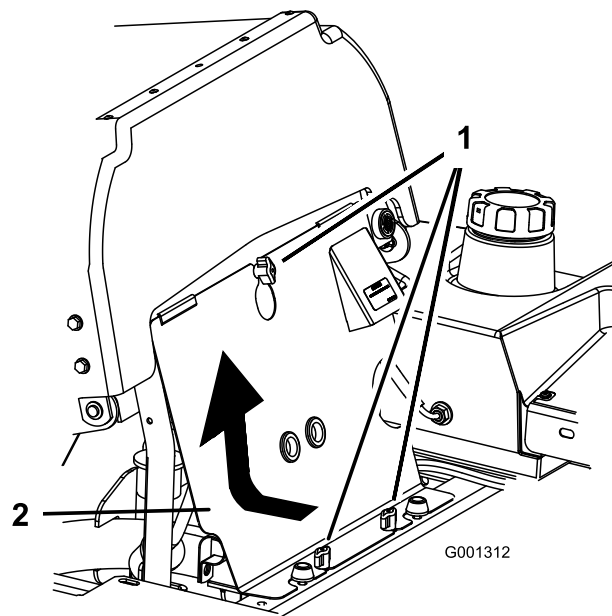

Figure 41
1. Basculez le siège en avant et déposez le panneau avant du moteur (Figure 41).